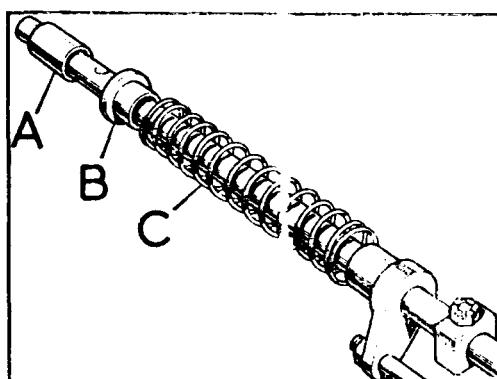

Fig. C1-59 Eje selector de la reducida
3.2.5. Instalar el muelle, C (Fig. C1-59), casquillo, B, y manguito separador, A, sobre el eje selector.